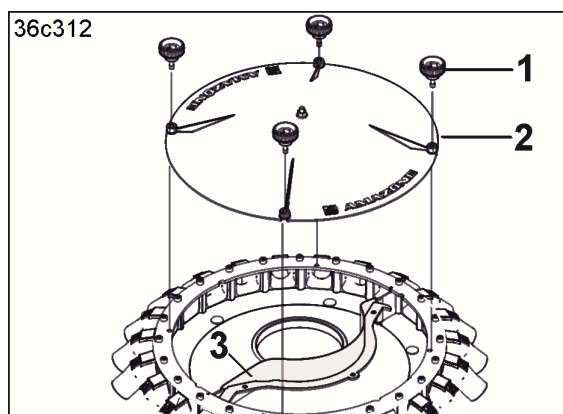

Рис. 183
- 2.1 Ослабьте винты с накатной головкой (Рис. 183/1) и снимите крышку (Рис. 183/2) с сегментной распределительной головки.
3. Установите вставку (Рис. 183/3) в распределительной головке так, чтобы перекрыть подачу посевного материала к сошникам нужной половины агрегата.